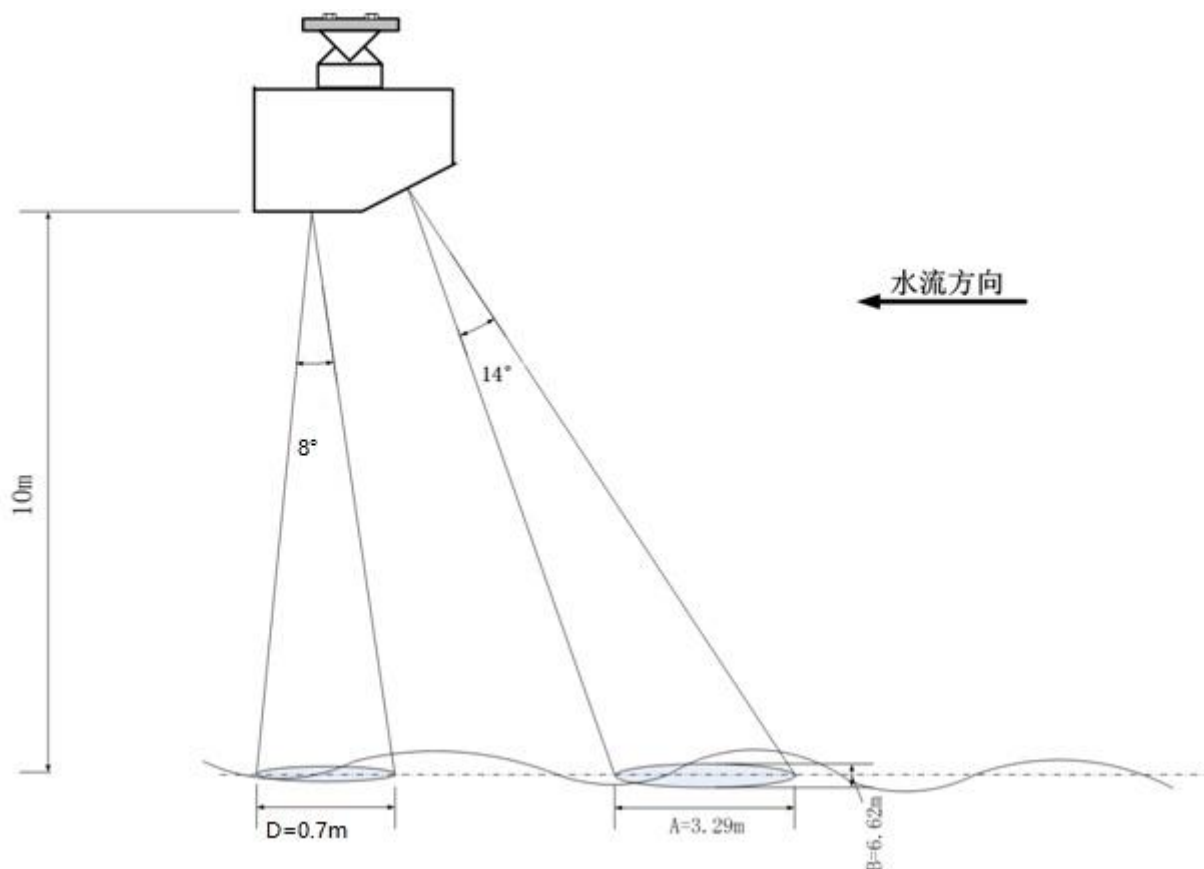

图 2.1 安装 10 米水位计和流速计天线照射区域
流量计集成雷达水位计和雷达流速计，雷达水位计天线波束角为  $11 \times 11^\circ$ ，雷达天线角度为  $14 \times 32^\circ$ ，水位计照射水面时，照射区域类似一个圆，流速计照射水面时，照射区域类似一个椭圆区域，如图 2.1 所示。
雷达照射水面区域边界与安装高度成正比，表 3.1 给出安装高度对应的波束宽度，水位计和流速计波束照射水面时 A、B、D 参数值（A、B、D 含义见图 2.1，实际安装高度（单位米）乘以下列值即为实际对应参数。
- 2.流速计波束建议朝来水方向，如图 2.1 所示，且必须保证流量计水平安装，如果水流面有明显斜坡，必须保证流量计与水流面平行。